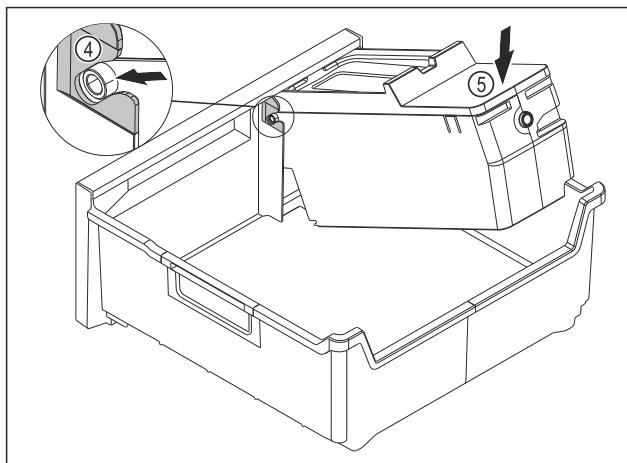

Fig. 86
- Монтаж на корпуса на EasyTwist-Ice: Вкарайте осите на корпуса на EasyTwist-Ice във водачите Fig. 86 (4).
- Натиснете надолу корпуса на EasyTwist-Ice Fig. 86 (5) отзад.